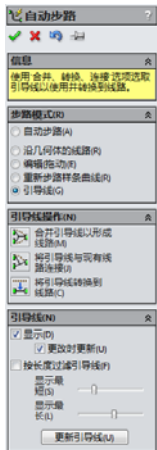

图 18-29 “自动步路”属性管理器
⑦ 单击“自动步路”属性管理器中的“引导线”选项，在绘图区域中依次选择六条线路，在“引导线”栏中选择“合并引导线以形成线路”。单击“确定”按钮，如图 18-29 所示，然后单击“草图绘制”按钮和“编辑零部件”按钮。完成线路的添加。